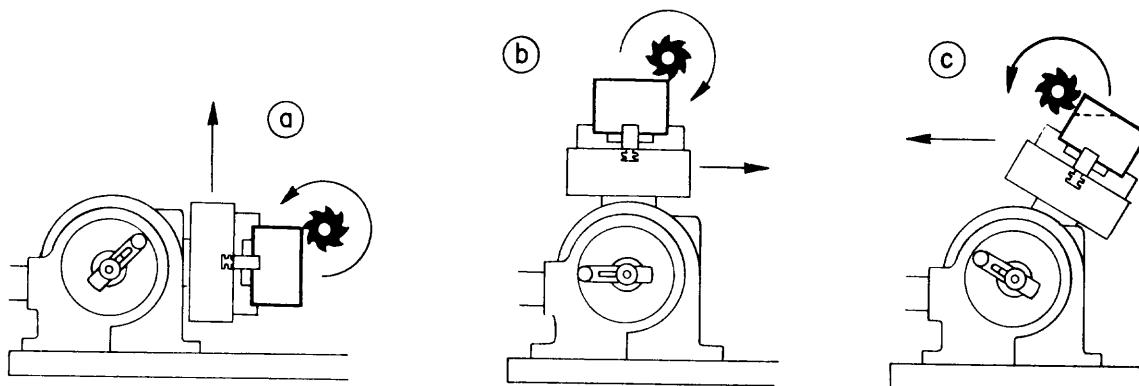

Fig. 4
b Fije el husillo del aparato divisor con la inclinación requerida por la forma de trabajar (fig. 4).
- c Haga rozar la fresa sobre el material y tome referencia en el anillo graduado del tornillo con el cual se dará la profundidad de corte (fig. 4-a y b).